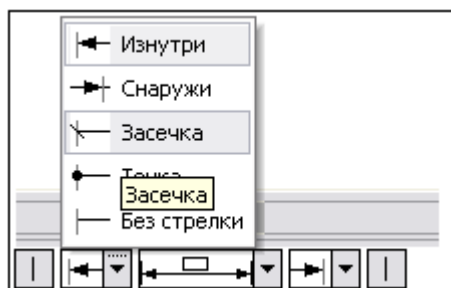

Рисунок 6.17
6. Выберите вариант **Засечка** из раскрывающегося списка **Стрелка 1**. (рисунок 6.17).